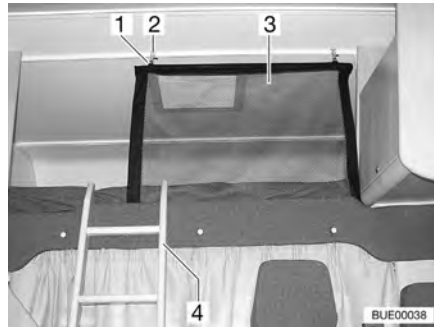
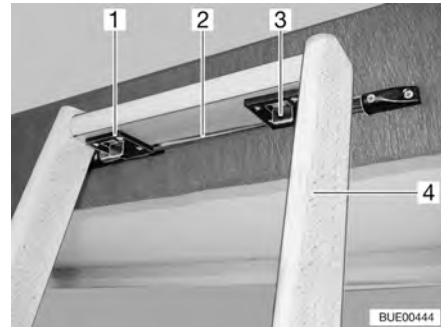

Fig. 79 Cama de alcoba
Fig. 80 Escalera de ascenso, bloqueo
Para subir a la cama de alcoba, utilizar la escalera de ascenso (Fig. 79,4 y Fig. 80,4) equipada de serie.
- Enganchar la escalera con los dos ganchos (Fig. 80,1) en la barra (Fig. 80,2) del panel de la alcoba.
- Correr los dos bloqueos (Fig. 80,3) hacia adelante.
La red de seguridad (Fig. 79,3) viene de serie entre el colchón y el somier. Tender la red de seguridad cuando las personas ya se encuentren en la alcoba.
- Enganchar el soporte (Fig. 79,1) en las argollas en el techo (Fig. 79,2).